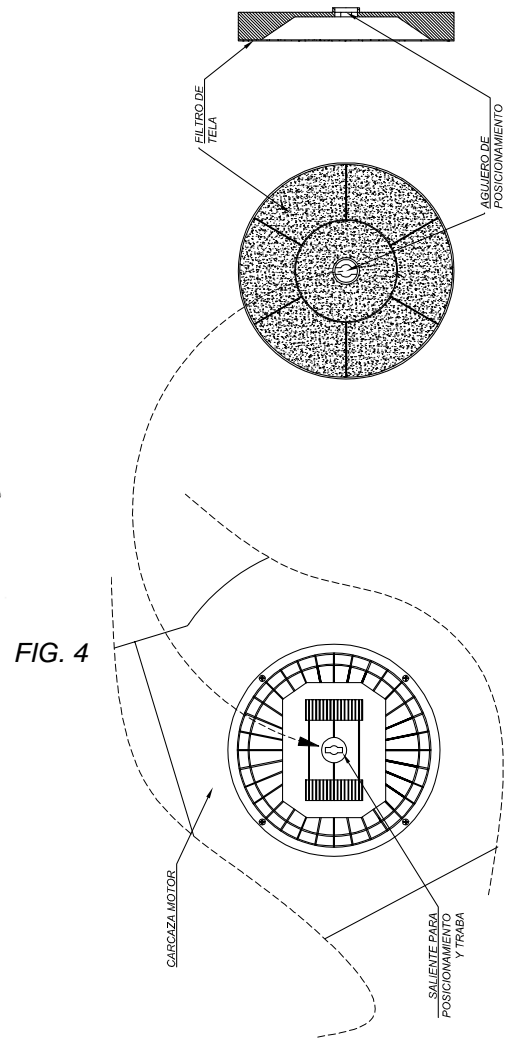

FIG. 4
- Coloque el filtro haciendo coincidir la perforación central del mismo con la saliente y el filtro de tela hacia arriba, en contacto con el motor. Para fijarlo girar 90° hacia la derecha o izquierda, indistintamente; para extraerlo realizar estas operaciones en sentido inverso. (**Fig. 4**)